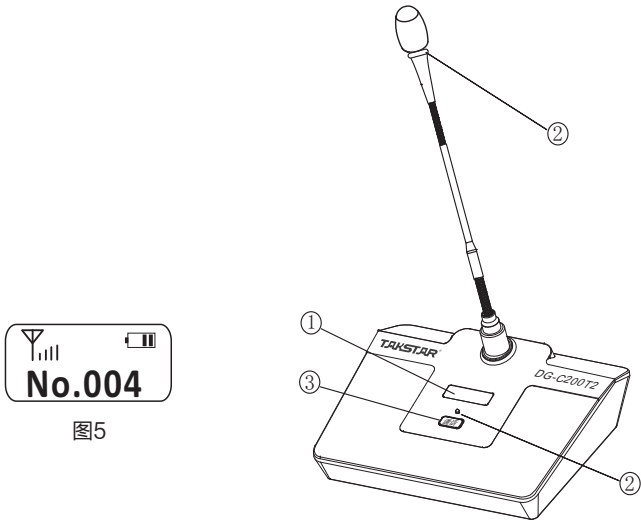

图5
- ① 显示屏：显示当前工作状态，如图5
- ② 通话指示灯：指示灯常亮时表示可正常发言，指示灯闪烁时表示与主机没有连接
- ③ 通话键/电源键